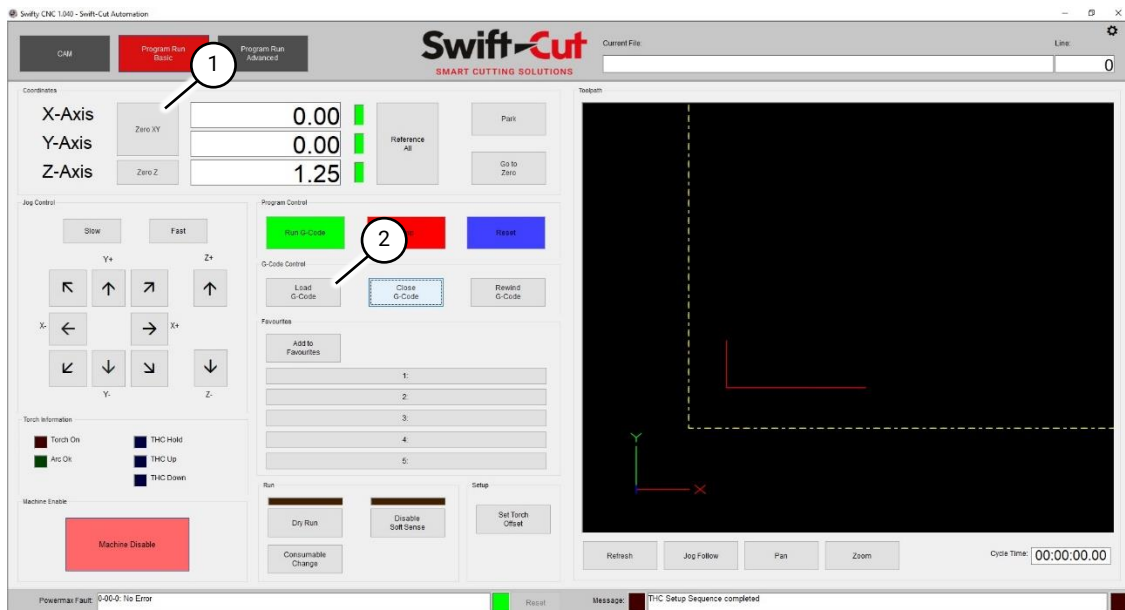

Fig 66 Bouton Zéro XY
2. Une fois en position, appuyez sur le bouton Zéro XY (Fig 66 (1)). Ceci place les lectures de position X et Y à 0. Le fichier g-code commencera à découper à partir de cette position.
3. Appuyez sur le bouton Charger G-Code (Fig 66 (2)).